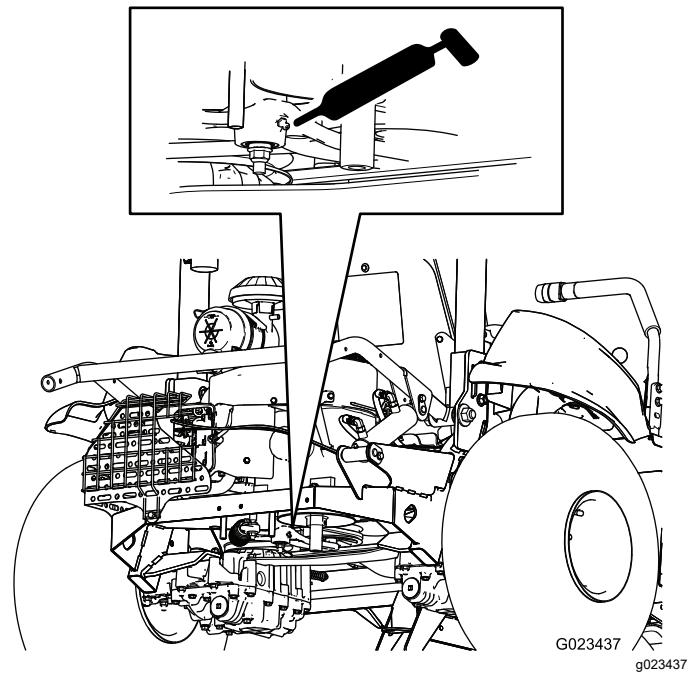

Figura 30
- Tensor de la correa (1) – Figura 30